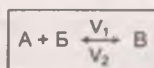

Рис. 13
- 1) **принцип Ле-Шателье** — если на систему, находящуюся в равновесии, производится внешнее воздействие (изменяются концентрация, температура, давление), то оно благоприятствует протеканию той из двух противоположных реакций, которая ослабляет это воздействие (рис. 13);